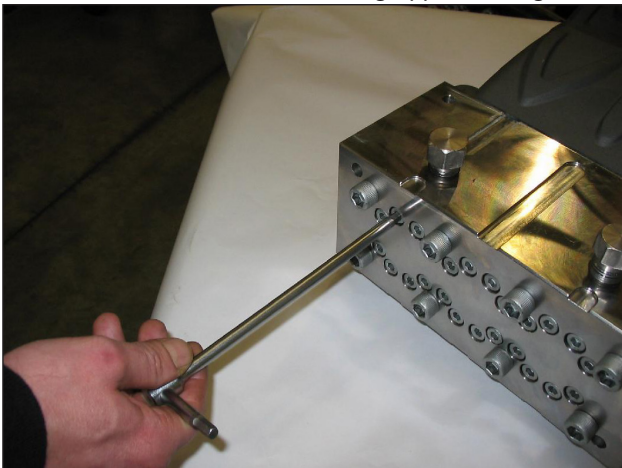

Abb. 34
- Lockern Sie die Befestigungsschrauben M8x100 der Buchsen am Kopf gemäß Abb. 34, um die Ventilgruppen freizugeben.